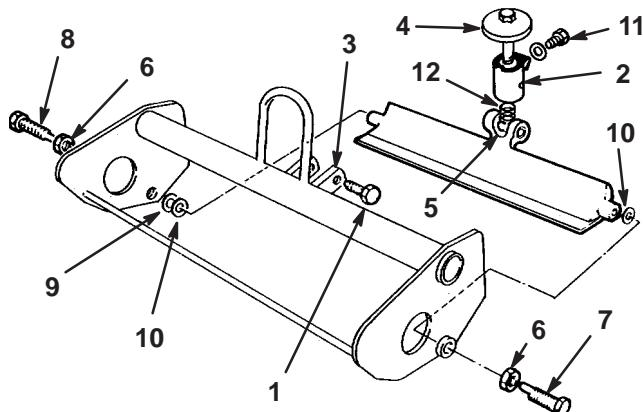

Bild 12
- Nehmen Sie die Befestigungskopfschraube des Federarms und die Scheibe vom Gelenk ab. Lösen Sie die Drehschrauben, mit denen das Untermessergelenk an den Stützen des Spindelrahmens befestigt ist (Bild 12).
- Drehen Sie das Einstellrad und das Gelenk um Uhrzeigersinn (Linksgewinde), bis es aus dem Schnittleistengelenk herausgeschraubt ist (Bild 12).
- Lösen Sie die Klemmmuttern, mit denen die rechten und linken Schnittleistendrehschrauben befestigt sind. Entfernen Sie die Drehschrauben (Bild 12).
Halten Sie die Ansatzschraube fest und ziehen Sie die Klemmmutter an (Bild 12).
- Schrauben Sie das Einstellrad und das Gelenk in die flache Seite des Schnittleistengelenks bis die Befestigungslöcher im Gelenk mit den Löchern in den Spindelrahmenstützen ausgerichtet sind, und das Schnittmesser nicht die Spindel berührt (Bild 12).